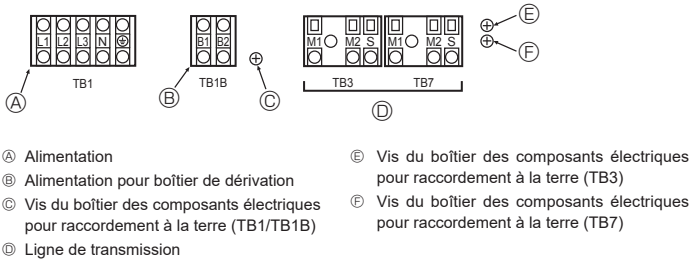

Fig. 6-1
6.2. Boîtier de commande et emplacement pour le raccordement des câbles (Fig. 6-1)